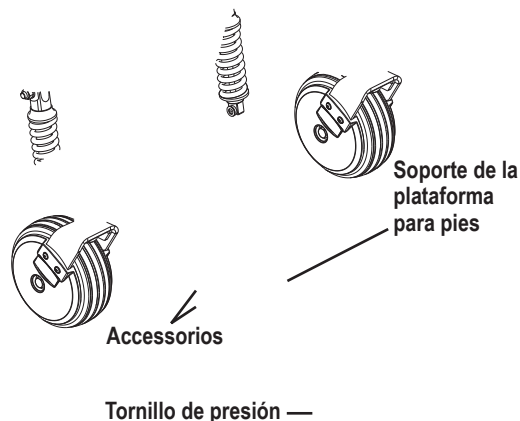

Figura 17. Altura del reposapiés
1. Retire los tornillos del soporte de la plataforma. **Ver figura 17.**
1. Levante la plataforma y localice el tornillo de presión. **Ver figura 17.**